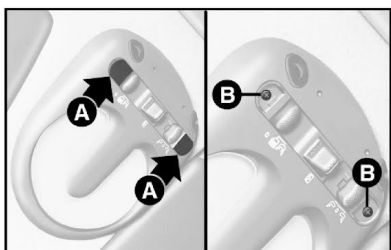

fig. 39
LUZ INTERNA DIANTEIRA - figs. 39 ou 40
- 1) Retirar os tampões de plástico **A**-fig. 39 ou 40.